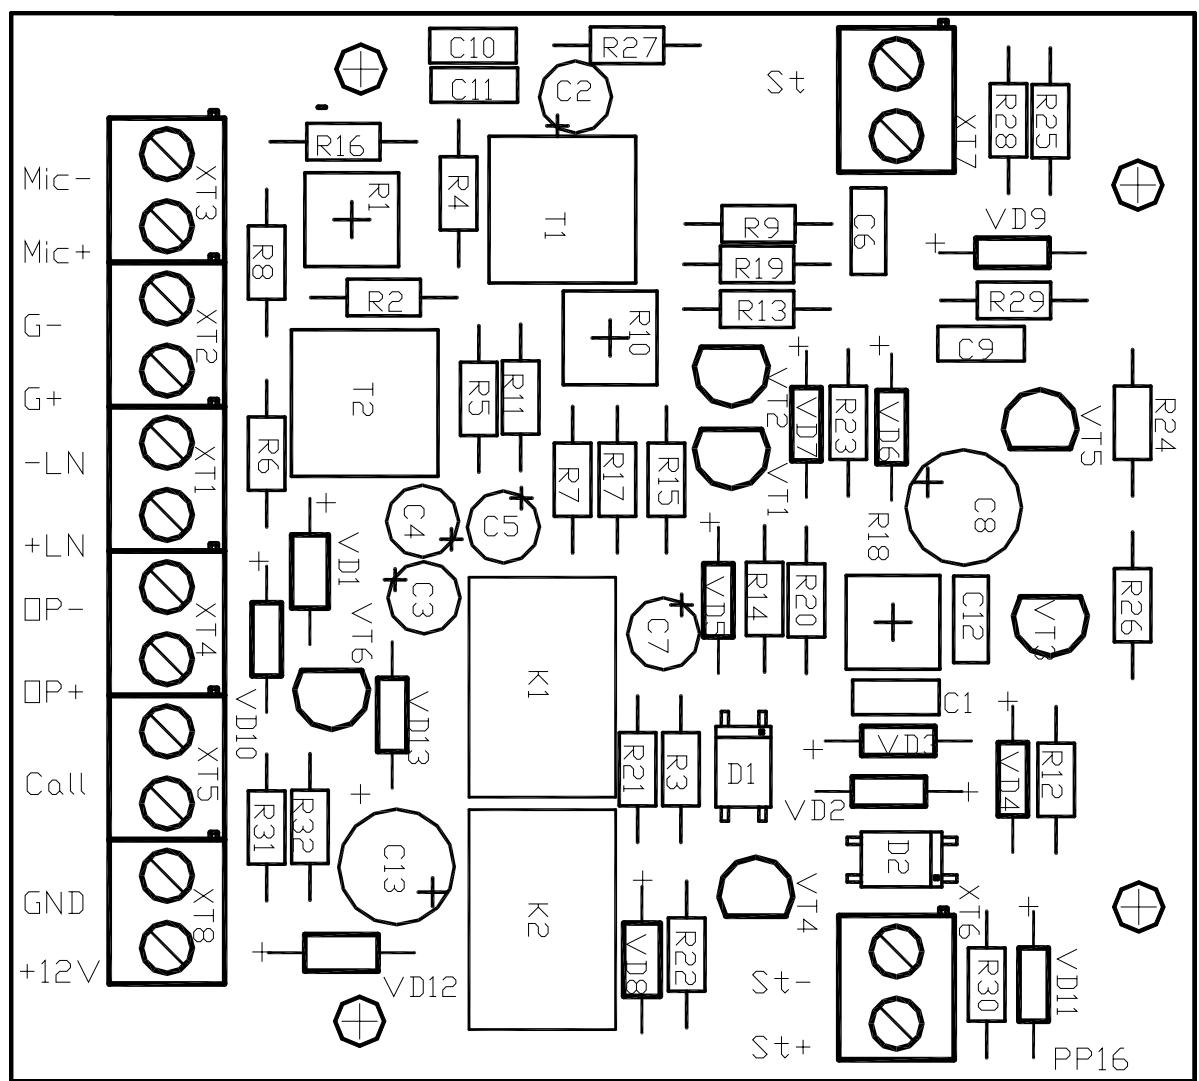

Рис. 2 Вид платы блока сопряжения.
7.2.8 При проведении монтажных работ и проверки дуплексной связи “диспетчер - посетитель” может возникнуть необходимость изменения громкости звука динамиков блока вызова и диспетчерского устройства. Регулировку громкости динамика блока вызова производить подстроечным резистором R1, регулировку громкости динамика диспетчерского устройства производить подстроечным резистором R18 (см. рис.2). Если в звуковом канале блока вызова возникнет самовозбуждение, необходимо подрегулировать подстроечный резистор R10.